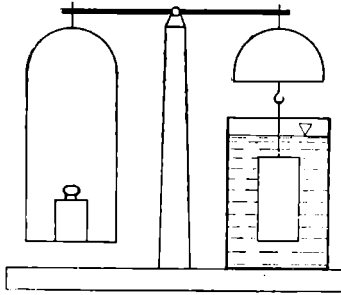

Bild 232
Lösung: Der Körper wird an einem dünnen Draht unter der Waagschale aufgehängt (Bild 232) und sein Gewicht in Luft durch Auflegen entsprechender Gewichte auf die andere Waagschale bestimmt, z. B. $G = 16,2 \text{ p}$.
Danach wird ebenso sein Gewicht in Wasser (Bild 232) durch Wägung ermittelt, z. B. $G' = 10,2 \text{ p}$. Da im letzten Falle der Auftrieb P_A des Wassers den Körper tragen hilft, so wird
Damit das Wassergefäß, in das der Körper bei der Wägung eintauchen soll, unter der Waagschale Platz hat, ist diese niedriger als die andere Waagschale, aber gleich schwer ausgeführt: sog. hydrostatische Waage (Bild 232).
47. II. Ein Trauring wiegt in der Luft $8,5 \text{ p}$, im Wasser $7,966 \text{ p}$ (Bild 232 der hydrostatischen Waage siehe vorige Aufgabe!). **a)** Wie groß ist sein Volumen, **b)** seine Wichte? **c)** Besteht der Ring aus reinem Golde, dessen Wichte $19,3 \text{ kp/dm}^3$ beträgt?